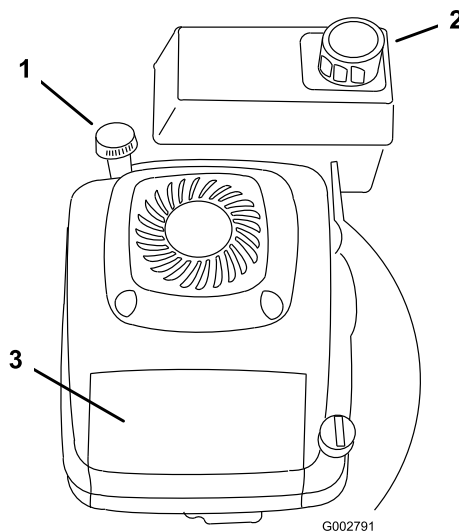

Figura 13
1. Limpie alrededor del tapón del depósito de combustible (Figura 13).